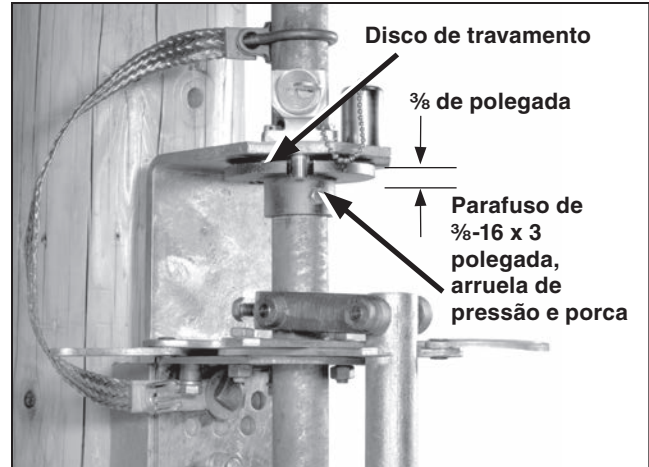

Figura 26. Tubo interfases conectando os polos da chave às ferragens.
PASSO 23. Segure o disco de travamento a $\frac{3}{8}$ de polegada (10 mm) abaixo do suporte do intertravamento e faça furos de $\frac{7}{16}$ polegada de diâmetro ao longo da seção do tubo de operação usando como referência os furos do colar do disco de travamento. Monte o disco de travamento ao tubo usando um parafuso de $\frac{3}{8}$ -16 x 3 polegada, arruela de pressão e porca presentes no material fornecido. Ver Figura 26.